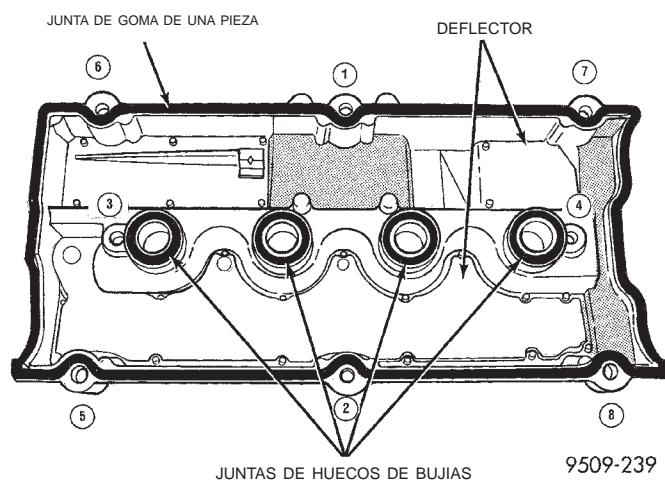

Fig. 19 Tapa de culata de cilindros y junta
(2) Retire los dispositivos de fijación de la tapa de culata de cilindros (Fig. 19).
(3) Retire la tapa de la culata de cilindros.
(2) Aplique sellante adhesivo de caucho siliconado Mopar a las esquinas de la tapa del árbol de levas y a los bordes superiores de la junta semicircular.
(3) Instale el conjunto de la tapa de culata en la culata de cilindros y apriete los dispositivos de fijación en la secuencia que se muestra en la (Fig. 19). Utilice el método de torsión en tres pasos:
(4) Instale el conjunto de bobina de encendido. Apriete los dispositivos de sujeción con una torsión de 12 N·m (105 lbs. pulg.).